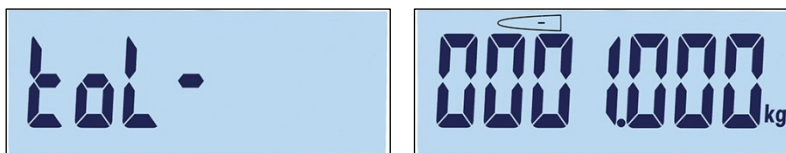

Figura 3-48: Pantallas de nombre de tolerancia negativa y ajuste
20. A continuación aparece la pantalla de tolerancia negativa (Tol -), seguida de la pantalla para editar la tolerancia negativa (Figura 3-48).